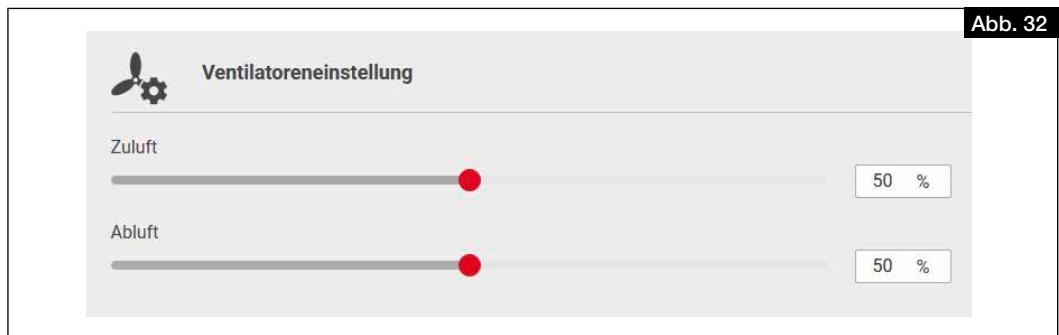

Abb. 32
2. An den Schnittpunkten der Volumenströme mit der Anlagenkennlinie können nun näherungsweise die einzustellenden Ventilatorleistungen (in %) der Lüftungsprofile abgelesen werden. Diese über die Software easyControls 3.0 oder das Bedienelement KWL-BE Touch in das entsprechende Lüftungsprofil eintragen (vgl. Abb. 31 und Abb. 32).